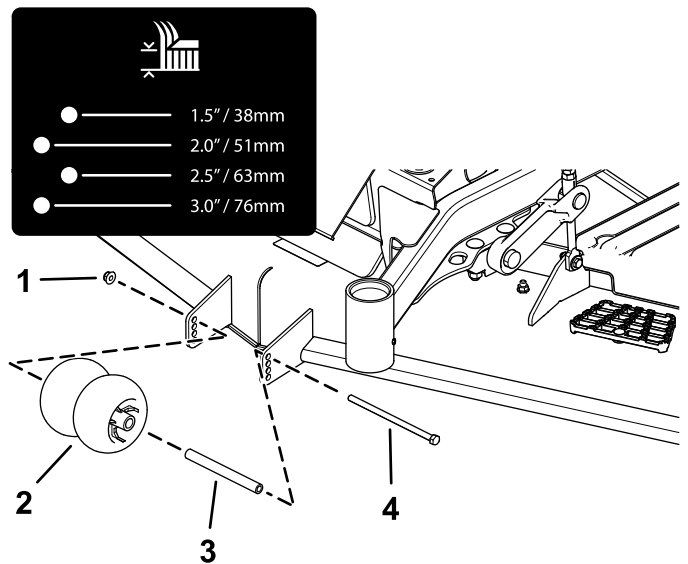
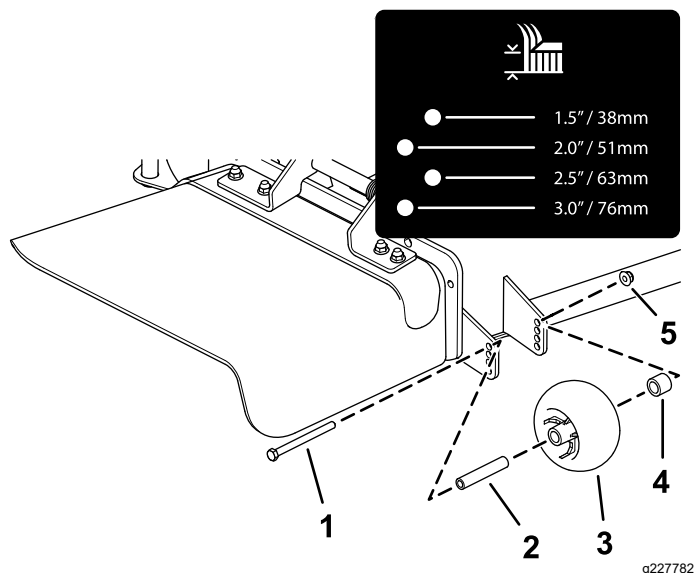
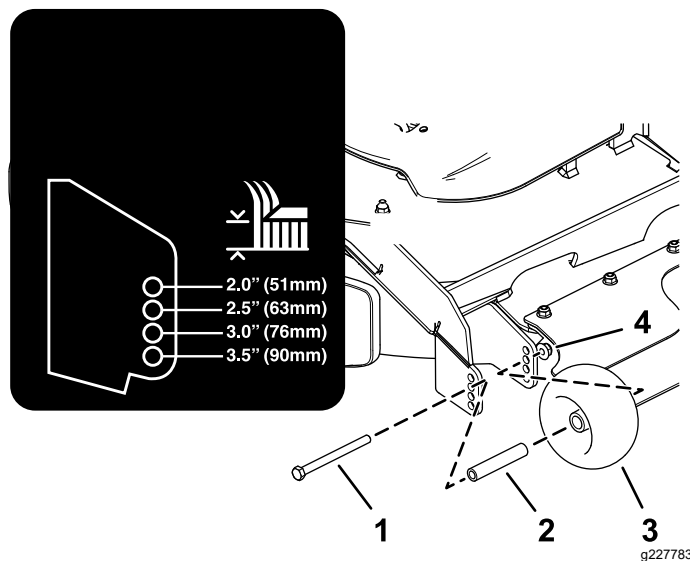
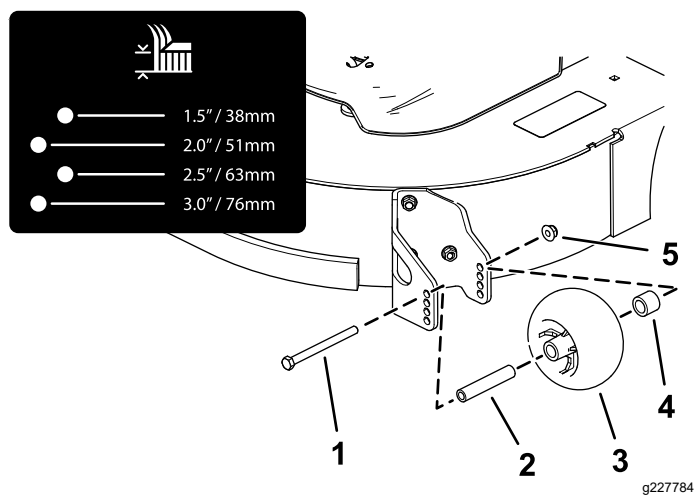

Figura 26
Figura 27
Figura 29
Figura 28
4. Ajuste los rodillos protectores del césped, tal y como se muestra en la Figura 26, la Figura 27, la Figura 28 y la Figura 29.